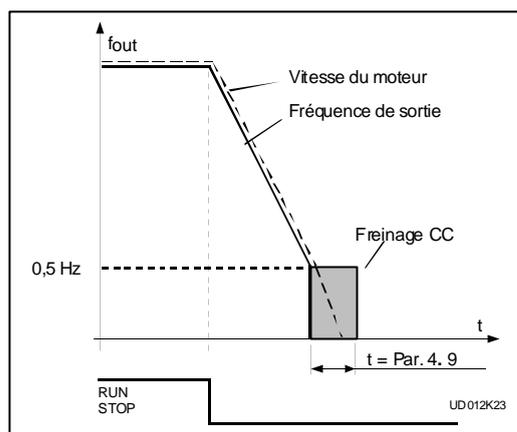

Figure 2.5-25 Temps de freinage à CC au démarrage.
- >0** Le freinage à courant continu est activé lorsque la commande de démarrage est donnée et ce paramètre définit le temps avant que le freinage soit relâché. Après que le freinage est relâché, la fréquence de sortie augmente selon le paramètre de fonction de démarrage 4.6 réglé et les paramètres d'accélération (1.3, 4.1 ou 4.2, 4.3), voir figure 2.5-25.